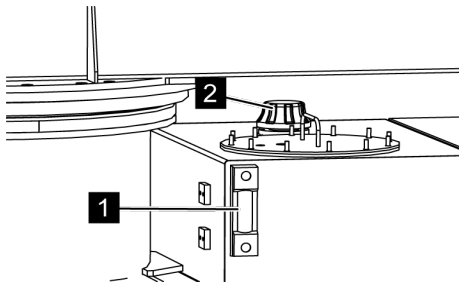

Fig. 164: Dévisser le bouchon
6. ➤ Rajouter de l'huile hydraulique (N° de réf. 3917/0066) si nécessaire (☞ « Huiles recommandées » à la page 56). Pour cela, ouvrir le cadenas du couvercle (Voir la Fig. 164/1) avec la clé appropriée et l'enlever (☞ Chapitre 4.7.1 « Clés » à la page 70).
7. ➤ Dévisser le couvercle (Voir la Fig. 164/2) du réservoir hydraulique.
8. ➤ Rajouter de l'huile hydraulique jusqu'à la marque maximale du regard (Voir la Fig. 164/1).
9. ➤ Visser le couvercle (Voir la Fig. 164/2) et le fermer avec le cadenas.